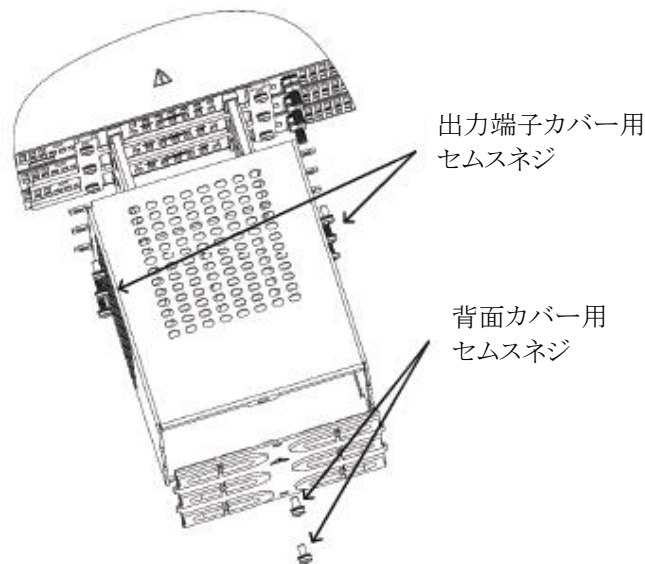

図4-48 出力端子カバーの分解方法
2. 図4-48に示すように出力端子カバーの出力端子カバー用セムスネジと背面カバー用セムスネジを取り外します。
(図4-48はGSP15kWの場合ですが、GSP10kWも同様です。